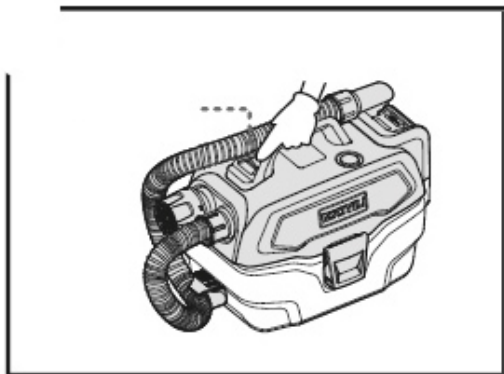

Abb. 7: EIN / AUS Schalter
- Den EIN-/AUS- Schalter betätigen, wenn der Akku in den Nass-/Trockensauger eingesetzt ist (Abb. 7). Der Nass-/Trockensauger ist nun betriebsbereit.